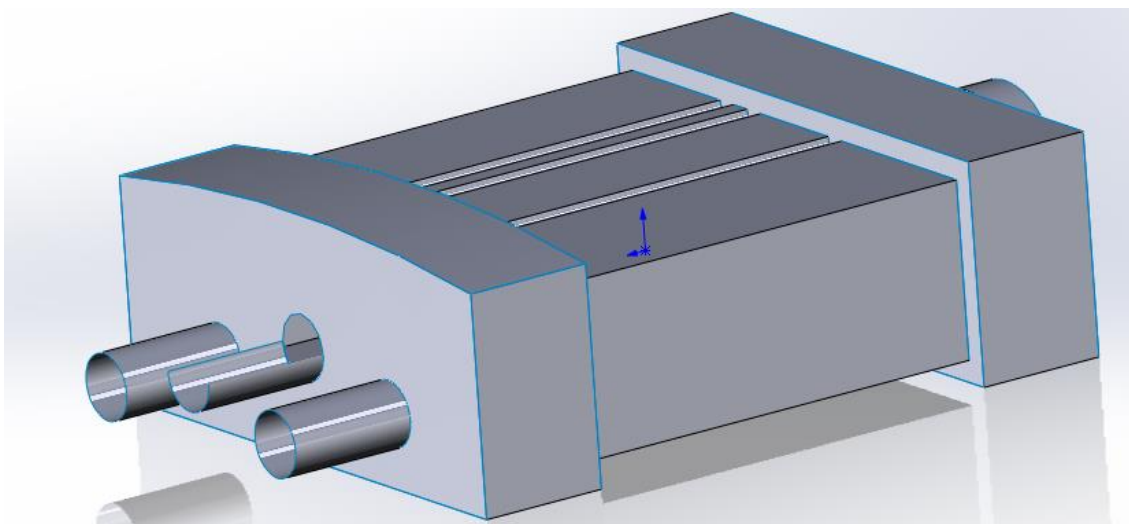

Рис. 24. Удаление грани
25. Удаляем верхнюю часть цилиндрической поверхности при помощи инструмента **Удалить грань** . Выделяем необходимую грань и нажимаем галочку в верхней части панели  (рис. 24).